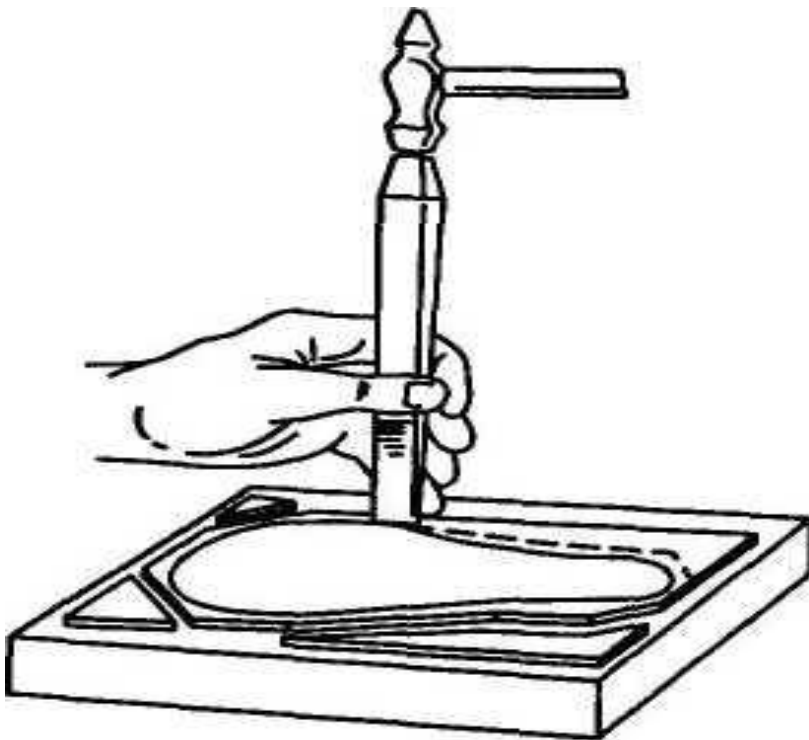

Рис. 4.2. Рубка листового материала
- **режущую кромку зубила затачивать не прямолинейно а с некоторой кривизной (рис. 4.2);**